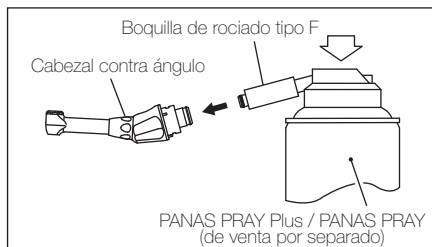

Fig. 9
2. Inserte la boquilla de rociado tipo F en la parte trasera del cabezal contra ángulo y rocíe alrededor de 2 segundos (Fig. 9). Cuando la inserción en el contra ángulo fuera insuficiente, la penetración del aceite dentro del mismo puede resultar insuficiente o puede producirse el reflujo del aceite.